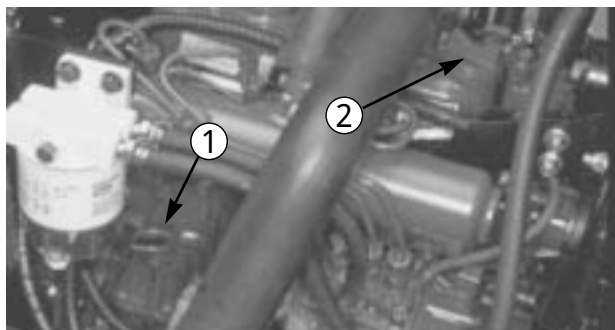

図 14
2. ディップスティック（図 14）を抜き、ウェスで拭いてからもう一度差し込んで引き抜き、オイルの量を点検する：FULL マークまであればよい。